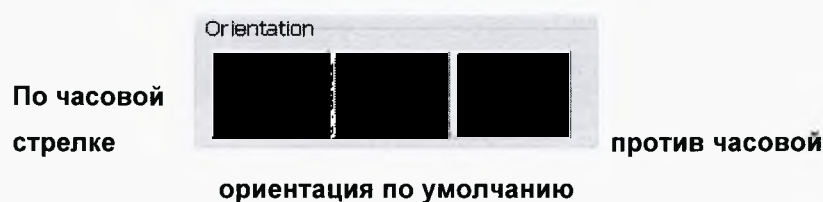

Рисунок 23
7.4.2.4.3 Зона «Ориентация» (см. рисунок 23) позволяет поворачивать изображение по и против часовой стрелки и сбрасывать ориентацию по умолчанию. Управляющие элементы активны как во время получения изображения, так и в процессе постобработки.